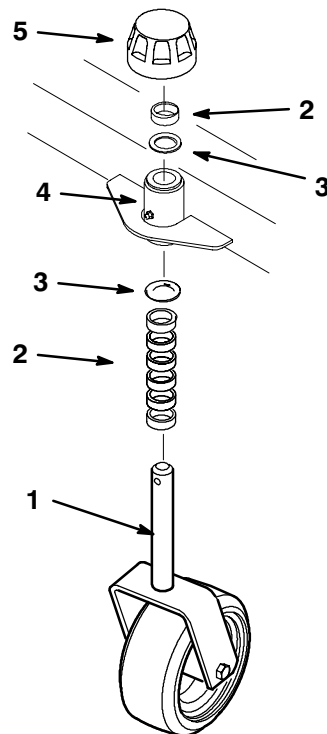

Abbildung 11
3. Die Kappe entfernen, mit der der Laufradzapfen am Rahmenbügel befestigt ist (Abb. 11).
4. Die gewünschte Anzahl Abstandsstücke zur Ober- bzw. Unterseite des Bügels verlegen (Abb. 11). Darauf achten, dass sich an beiden Laufrädern gleich viele Abstandsstücke befinden und dass an jeder Seite des Rahmenbügels eine Druckscheibe angebracht ist.
5. Die Kappe anbringen und den Besen herunterlassen (Abb. 11).